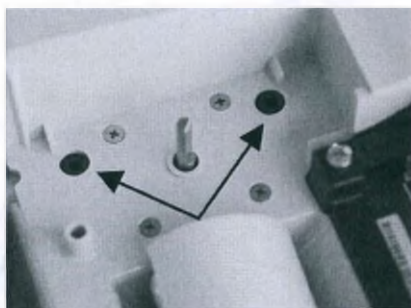

Рис. 7-15 Уплотнители насоса
2. Заменяйте уплотнители насоса (Рис. 7-15) только в том случае, если они повреждены или забиты. Удалите старые уплотнители насоса с помощью пары гемостатов или пинцета. Крепко сожмите пломбу и вытащите его.